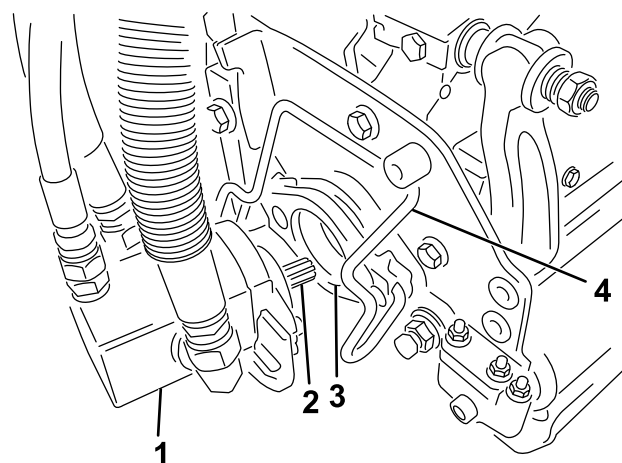

図 49
5. カuttingユニット用モータのスプラインシャフトにきれいなグリスを塗りつける図 49。
6. モータを、カuttingユニットの左側運転席から見てに取り付け、カuttingユニットについているモータ固定バーを、モータの上から被せるようにセットし、モータの左右から「カチッ」というロック音が聞こえるまで押し下げる図 49。